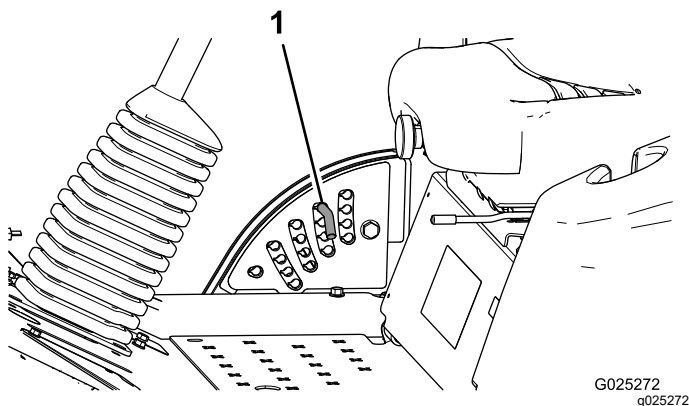

Figure 7
2. Tournez la goupille de butée jusqu'à ce que la saillie soit en face des trous du support de hauteur de coupe et retirez-la (Figure 7).
3. Placez la goupille dans le trou du support correspondant à la hauteur de coupe voulue et tournez-la pour la verrouiller en place (Figure 7).
Remarque: Il y a 4 rangées de trous (Figure 7). La première rangée donne la hauteur de coupe indiquée au-dessus de la goupille. La deuxième rangée donne la hauteur indiquée plus 6 mm. La troisième rangée donne la hauteur indiquée plus 12 mm. La dernière rangée donne la hauteur indiquée plus 18 mm. Un seul trou, situé dans la deuxième rangée, correspond à la hauteur 127 mm. Il n'ajoute pas 6 mm à la hauteur de 127 mm.